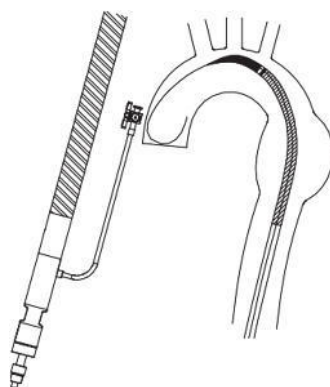

Рис. 6 Внедрение системы доставки
- ♦ Продвигать систему доставки к местам аневризмы или расслоения по проводнику и все время удерживать гемостатический клапан в направлении левой стороны пациента (**Рис. 6**)